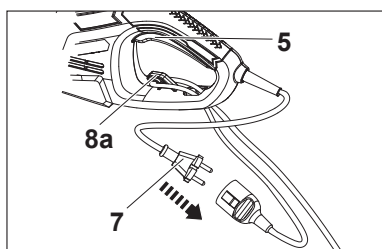

Fig. 4
2. Conecte el cable de alimentación (7) en el enchufe del cable de extensión (fig. 4).